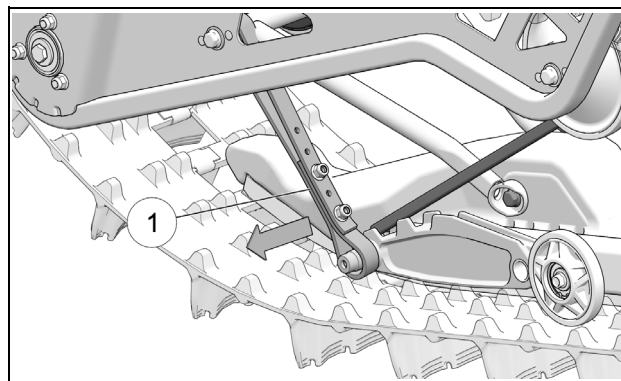

Figure 10
- Comprimer la suspension pour permettre le retrait de la courroie d'arrêt (1) positionnée à l'arbre de roue. Voir la Figure 10.